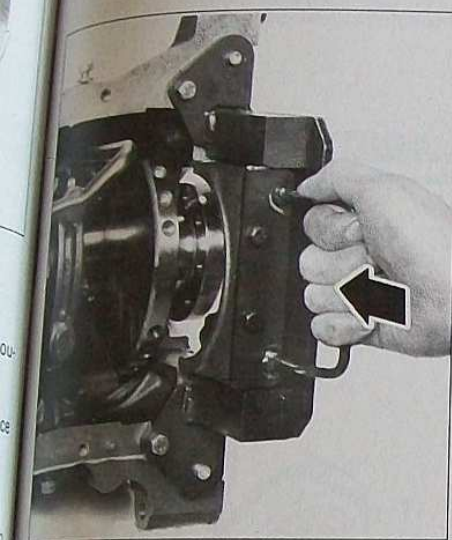

FIG. 62
• Monter la poignée sur le palier n° 1 (Fig. 62).
• Glisser le palier dans l'outil (1) à l'aide de la poignée en maintenant les 2 joints.